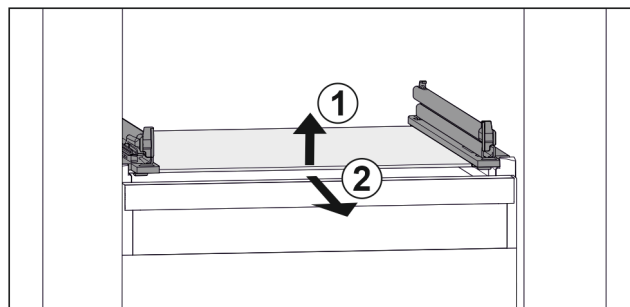

Fig. 54 Vejledende visning af glaspladen
- ▶ Løft glaspladen foran. Fig. 54 (1)
- ▶ Tag glaspladen ud fremefter. Fig. 54 (2)